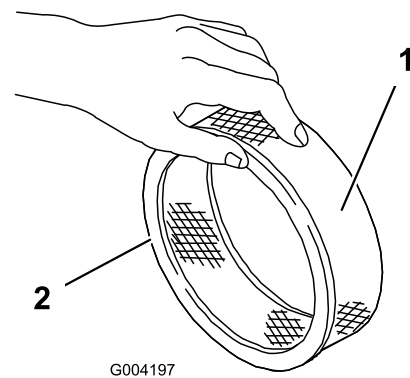

Bild 45
5. Untersuchen Sie den Papierfilter auf Risse, einen öligen Film und Schäden an der Gummidichtung (Bild 45).
1. Schieben Sie den Schaumvorfilter vorsichtig auf den Papierfilter (Bild 45).